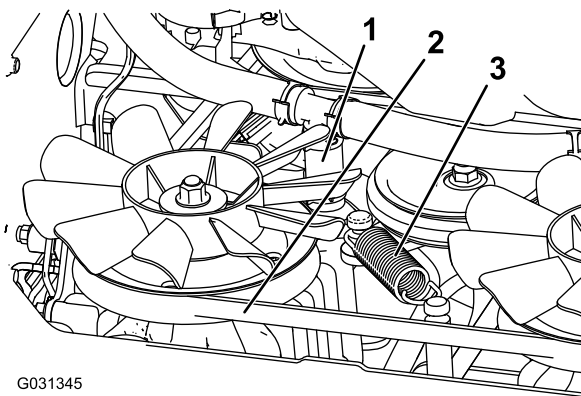

Figure 68
5. Débranchez le flexible hydraulique inférieur (Figure 68).
6. Enlevez le ressort de tension (Figure 68).